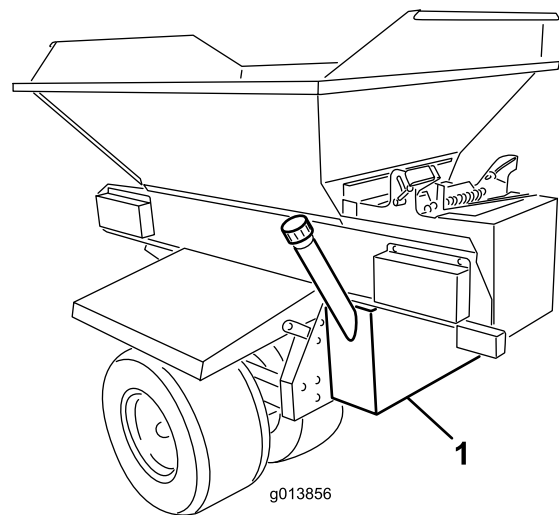

Bild 1
6. Stützen Sie den Hydraulikbehälter von unten ab und stellen ihn gegen die Chassissrückwand. Der Behälter sollte von der rechten und linken Seite zentriert sein und vertikal stehen (Bild 1).